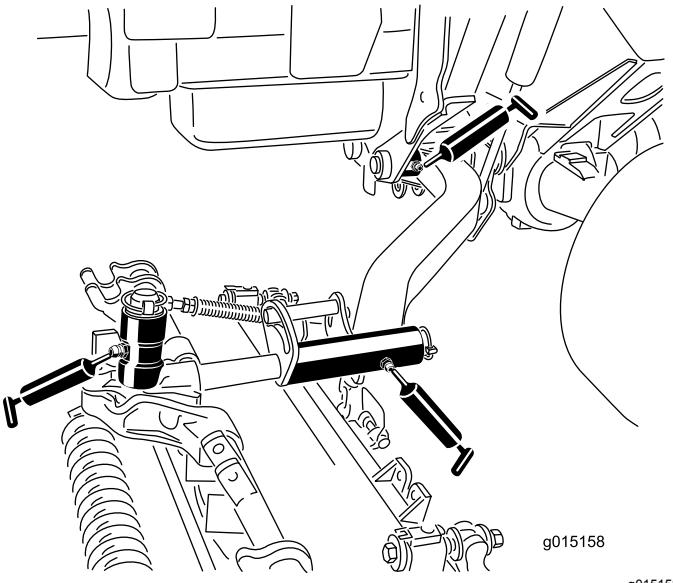

Figura 71
- Casquillos de pivot de los brazos de elevación (1 por unidad de corte) (Figura 71)
- Bastidor de tiro de la unidad de corte (2 por unidad de corte) (Figura 71)
- Pivotes de los brazos de elevación de las unidades de corte (1 por unidad de corte) (Figura 71).